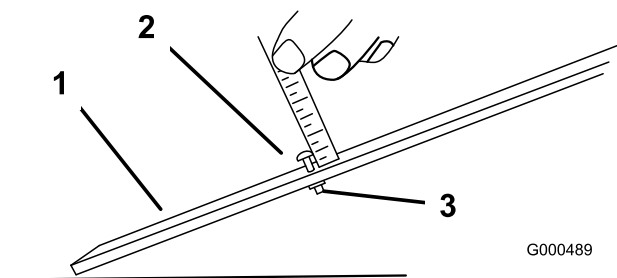

Рисунок 9
- 2. Ослабьте гайку на измерительной планке и установите болт регулировки высоты на требуемую высоту скашивания (Рисунок 9). Расстояние между